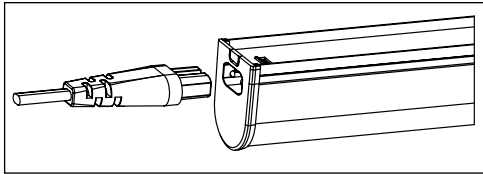

Рис. 4
- Для подключения осветительного прибора используйте кабель ввода питания с коннектором, входит в комплект поставки. (рис. 4).